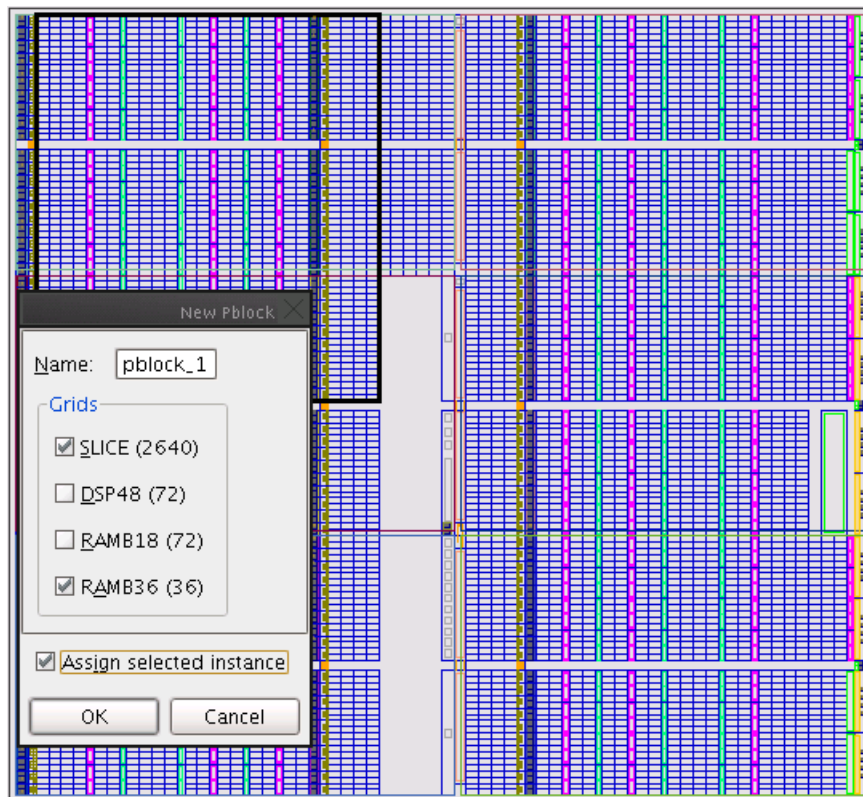

図 1-4 : usbEngine1 の Pblock 長方形
3. CLB が開始するデバイスの左上端をクリックし、マウスのボタンを押した状態でドラッグし、デバイスの左上の区画のほとんどを含む長方形を囲みます (図 1-4)。
4. [New Pblock] ダイアログボックスで SLICE および RAMB36 グリッドが選択されているかどうか確認し、必要のないほかのリソースの選択を解除します (図 1-4)。
使用可能な RAMB36 数 (括弧内に表示) が 36 であることを確認します。長方形が 図 1-4 に表示される領域を含んでいない場合は、この数値が 36 より小さくなり、デザインが配置エラーになります。